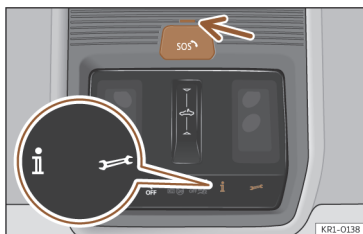

Fig. 49 Na consola do tejadilho: comando para os serviços de voz.
>>> **Fig. 49**, podem executar-se os seguintes serviços de voz:
>>> **Fig. 49** (seta). Indica os seguintes estados:
1. Pressione brevemente a tampa do botão SOS e abra a tampa >>> **Fig. 49.**
>>> Fig. 49.